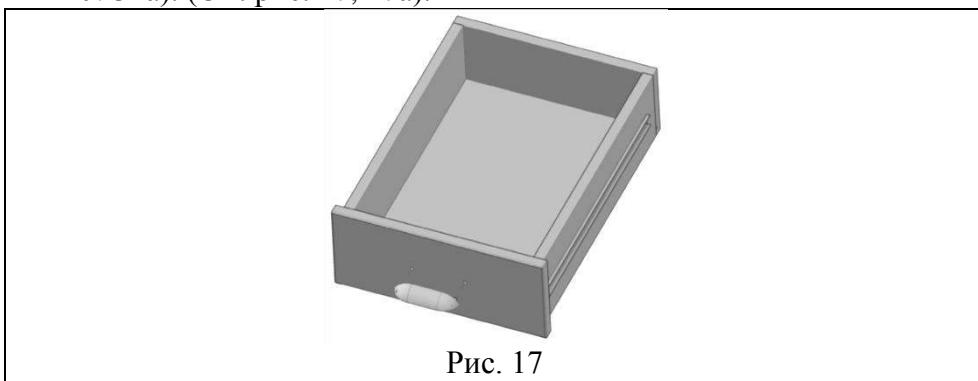

Рис. 17
4.2.6. В стенку переднюю вставить ручку ящика (поз. 1, пакет №13) и закрепить саморезами с прессшайбой 4,2x25 остр. (поз. 4, пакет №34а). (См. рис. 17, 17а).
Рис. 17а